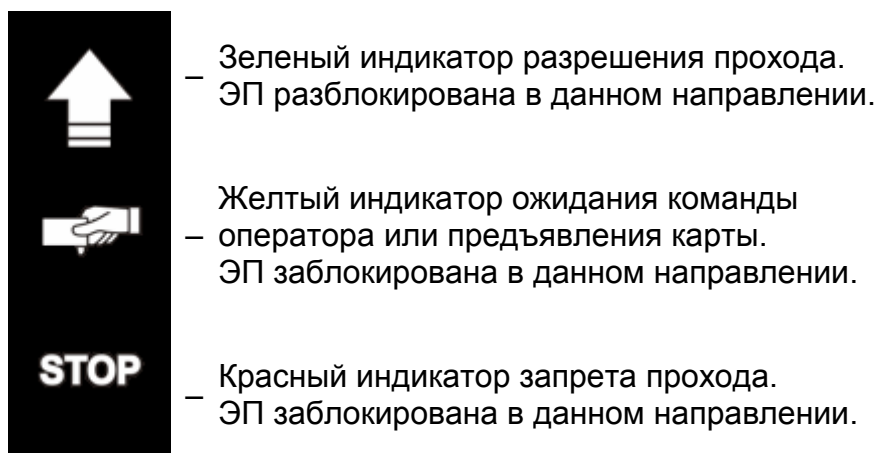

Рисунок 3. Мнемонические индикаторы блока индикации
Блоки индикации (8) расположены в торцевых крышках (9) стойки ЭП и предназначены для информирования пользователей о текущем состоянии направлений прохода ЭП и установленных РКД. Индикация ЭП при подаче команд управления от ПДУ указана в табл. 6. Блок индикации имеет три мнемонических индикатора (см. рис. 3):